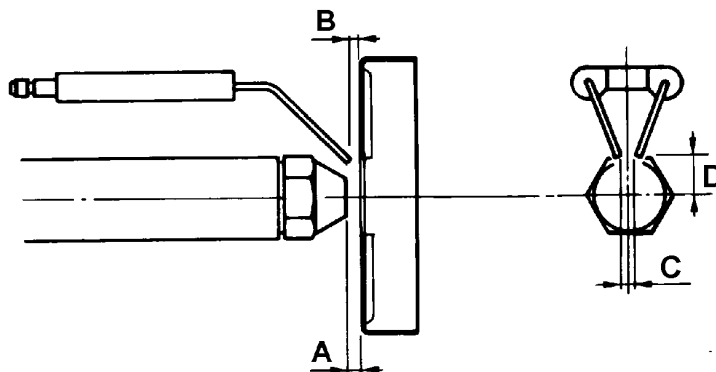

Fig. 23
- Inainte de a demonta diuza si electrozii , scoateti cablurile CV (Fig. 21), masurati pozitiile date Fig. 23 si notati-le in casetele din tabelul Tab. 6.**